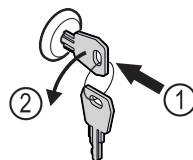

Fig. 177
- ▶ Sätt in nyckeln. Fig. 177 (1)
- ▶ Vrid nyckeln 90° moturs. Fig. 177 (2)